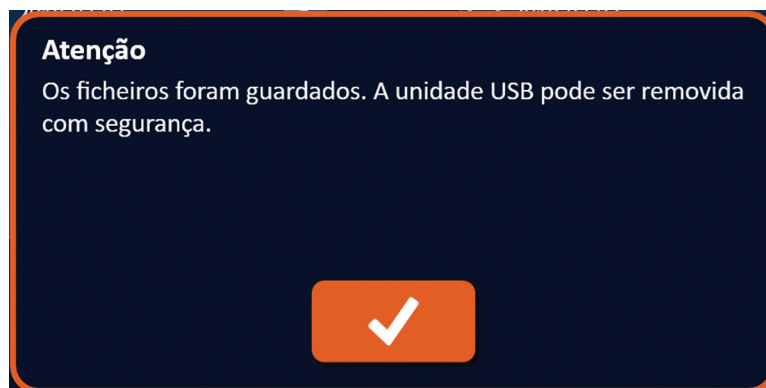

Figura 9.1.4: Janela de pop-up “Os ficheiros do procedimento foram guardados”
4. Clique no botão  para guardar uma cópia dos ficheiros do procedimento no dispositivo de armazenamento USB e fechar a caixa de diálogo Exportar. Após os ficheiros serem exportados, é apresentada uma janela de pop-up Atenção, figura 9.1.4, e o dispositivo de armazenamento USB pode ser removido com segurança.